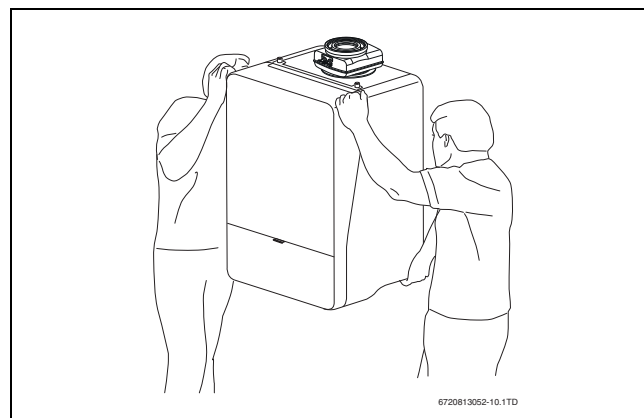

Fig. 11 Korrekt løftning og flytning af kedlen
- Grib kun fat i kedlens sider og ikke i betjeningspanelet eller på røggastilslutningen (→ fig. 11).